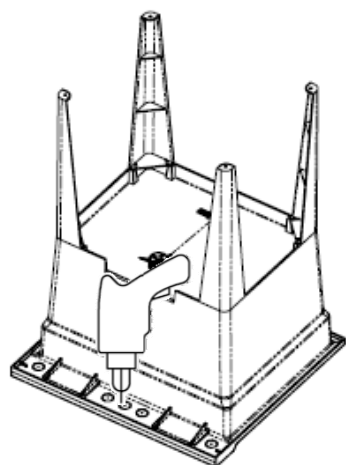

FIG. 1
1. Placez la cuve à l'envers sur une surface propre en vous assurant de dégager la partie qui contiendra la robinetterie. Percez les trous pour la robinetterie (non incluse à moins d'avoir acheté l'ensemble "Tout en 1") à l'aide d'une perceuse électrique (**Fig. 1**).
1. Place the laundry tub upside down on a clean surface while making sure to clear the part that will contain the faucet. Pierce the holes for the faucet (not included, unless purchased as an "All in 1" kit) with the help of an electric drill (**Fig. 1**).